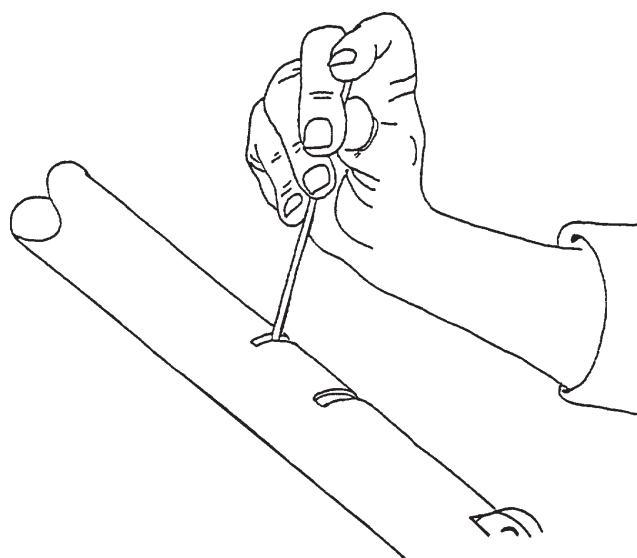

FIG. 2
- 3) (FIG. 2) A l'aide de la tige (7) de 4 mm de diamètre fournie avec le bras, tourner la bague.
- 3) (FIG. 2) Use the 4 mm diameter rod (7) (provided) to rotate the ring.
- 3) Gemäß Abb.2 den 4 mm dicken Stab (7) (mit den Arm geliefert) benutzen, um den Ring zu drehen.